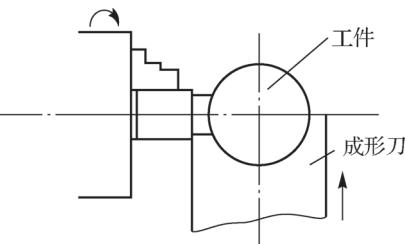

图 1-12 成形法加工
(1) 轨迹法。轨迹法也称刀尖轨迹法，是依靠刀尖的运动轨迹获得形状精度的方法，具体指让刀具相对于工件做有规律的运动，以其刀尖轨迹获得所要求的表面几何形状。刀尖的运动轨迹取决于刀具和工件的相对成形运动，因而所获得的形状精度取决于成形运动的精度。数控车床、数控铣床，普通车削、铣削、刨削和磨削等均属轨迹法。
(2) 成形法。利用成形刀具对工件进行加工的方法称为成形法，如图 1-12 所示。用成形刀具取代普通刀具，成形刀具的切削刃就是工件外形。成形刀具替代一个成形运动。成形法可以简化机床或切削运动，提高生产率。成形法所获得的形状精度取决于成形刀具的形状精度和其他成形运动的精度。